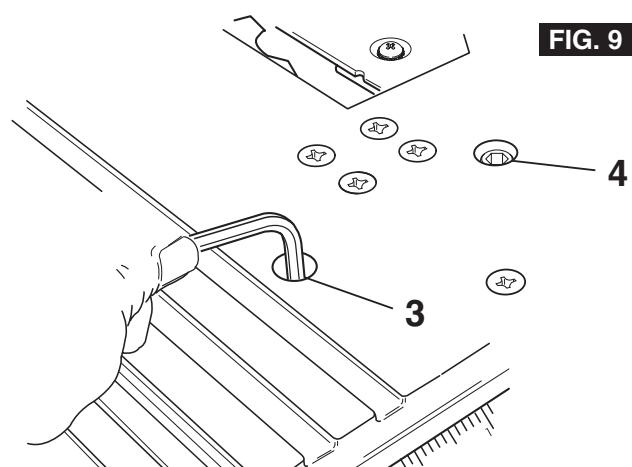

FIG. 9
4. If the blade is not at a 90° angle to the table, loosen the jam nut (underneath table) and turn the 90° adjusting socket head screw **3** (Fig. 9) left to reduce the angle or right to increase the angle.
4. If the blade is not at a 45° angle to the table, loosen the jam nut (underneath table) turn the 45° adjusting socket head screw **4** left to reduce the angle or right to increase the angle (Fig. 9).
- Si la lame n'est pas à un angle de 90° par rapport à la table, desserrez le contre-écrou (en dessous de la table) et tournez la vis hexagonale de la douille de réglage à 90° **3** (Fig. 9) vers la gauche pour réduire l'angle ou vers la droite pour augmenter l'angle.
- Si la lame n'est pas à un angle de 45° par rapport à la table, desserrez le contre-écrou (en dessous de la table) et tournez la vis hexagonale de la douille de réglage à 45° **4** (Fig. 9) vers la gauche pour réduire l'angle ou vers la droite pour augmenter l'angle.
- Si la hoja no está a un ángulo de 90° respecto a la mesa, afloje la contratuerca (ubicada debajo de la mesa) y gire el tornillo de cabeza hueca de ajuste a 90° **3** (Fig. 9) hacia la izquierda para reducir el ángulo o hacia la derecha para aumentarlo.
- Si la hoja no está a un ángulo de 45° respecto a la mesa, afloje la contratuerca (ubicada debajo de la mesa) y gire el tornillo de cabeza hueca de ajuste a 45° **4** hacia la izquierda para reducir el ángulo o hacia la derecha para aumentarlo (Fig. 9).